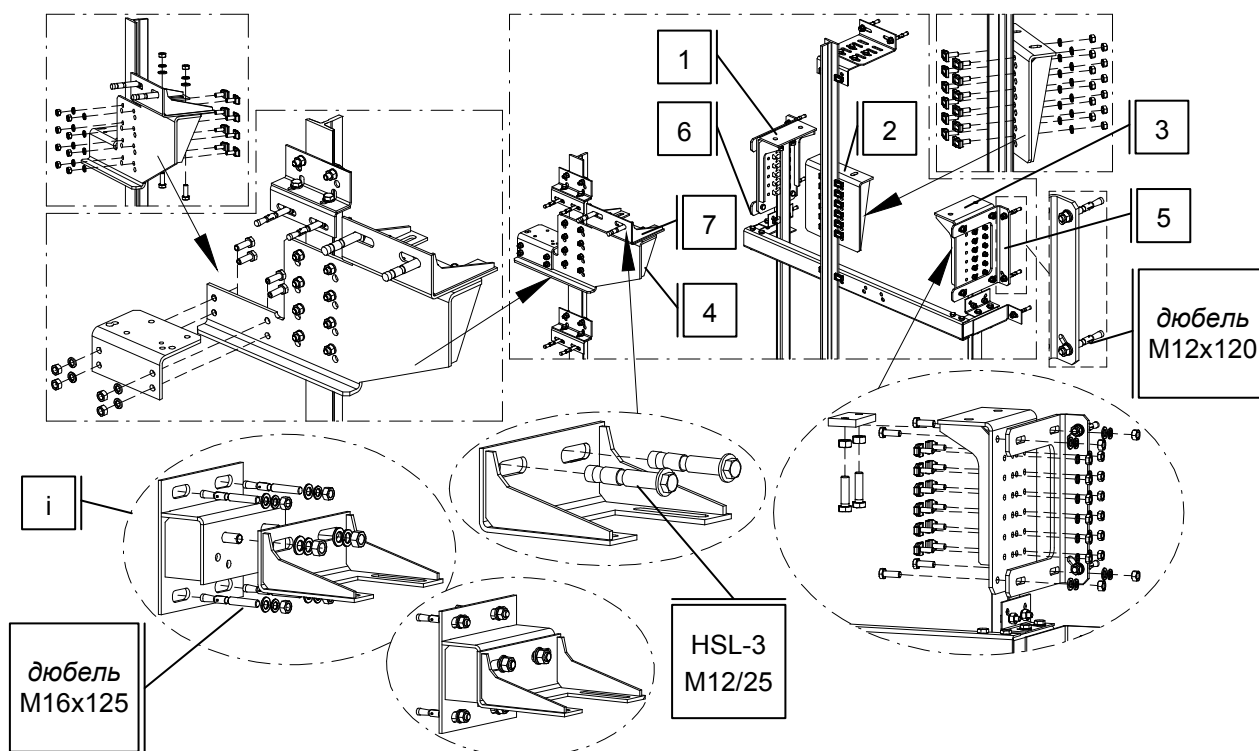

Рисунок 5
Установите опору (1) на направляющую, после чего откорректируйте ее положение. Затем установите опору (2) и отрегулируйте ее положение на одном уровне с опорой (1). Таким же образом установите опору, ориентируясь на положение опоры (2). Верхняя часть опор привода лифта (1, 2, 3) должны находиться на одном уровне. После этого закрепите опору зачалки тросов и ограничителя скорости (4) на направляющие при помощи металлических зажимов (Рисунок 5) На рисунке 6 показано точное расположение четырех опор.